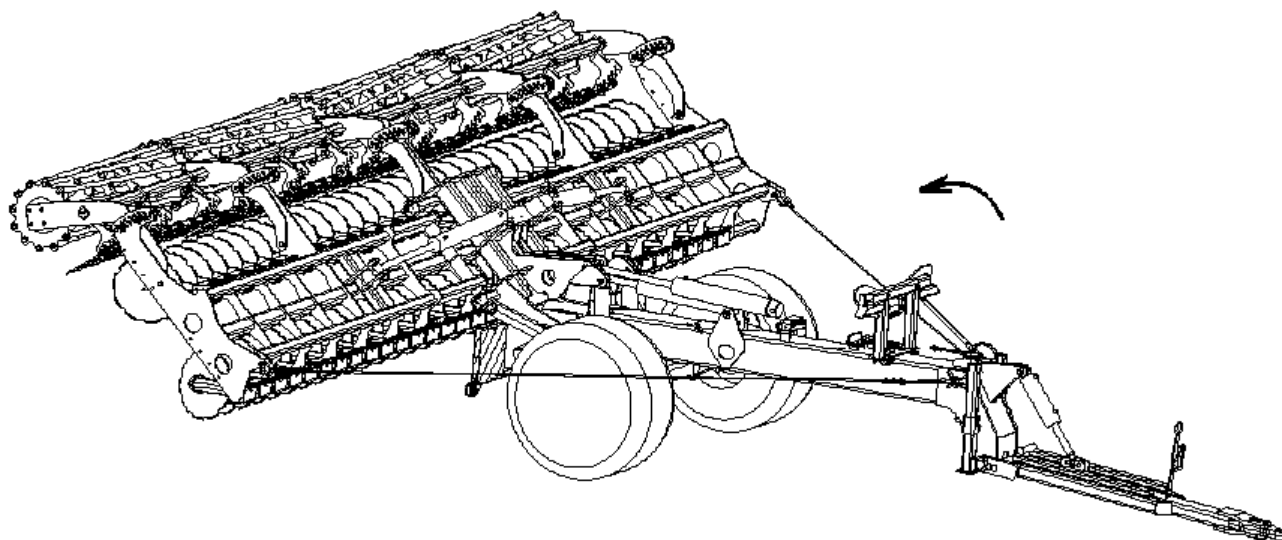

Рисунок 4. Схема опускания боковых секций
- Опустить боковые секции (рис. 4)